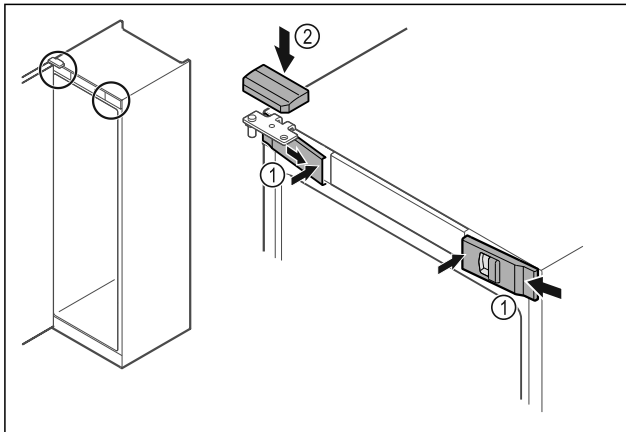

Fig. 54
- ▶ Akassza be oldalt az elülső burkolatokat Fig. 54 (1), és belül pattintsa be.
- ▶ Felülről pattintsa be a felső burkolatot Fig. 54 (2).